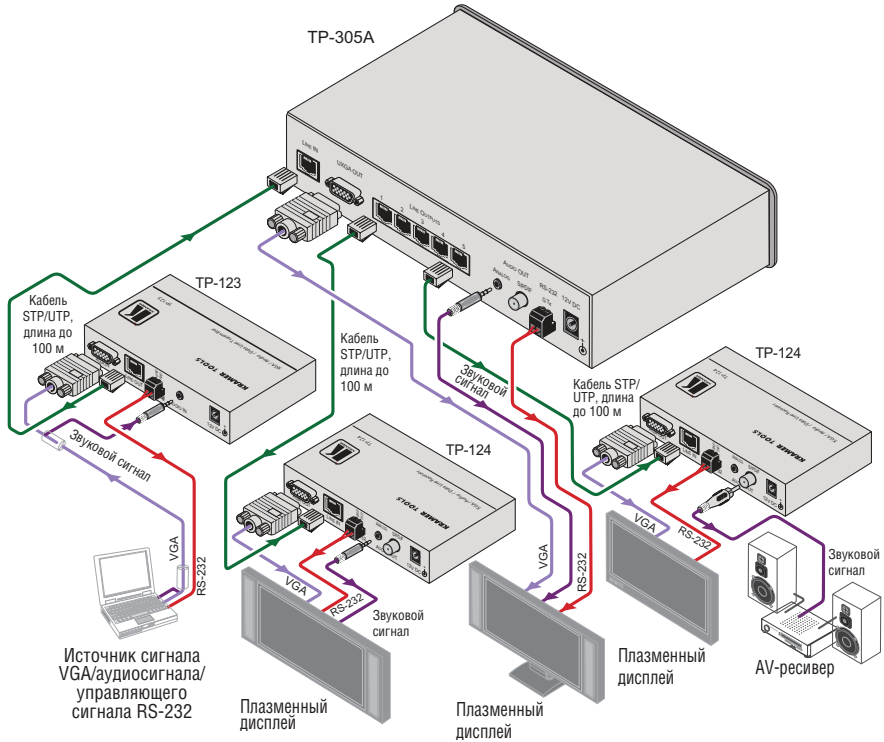

Рис. 3. Подсоединение TP-305A
Чтобы собрать приемо-передающую систему **TP-305A/TP-123** для передачи сигналов VGA, RS-232 и аудиосигнала по кабелю UTP или STP длиной до 100 м в соответствии с примером, приведенным на рис. 3, действуйте в следующем порядке (предварительно выключив всю аппаратуру):
4. Подсоедините адаптер электропитания на 12 В постоянного тока (на рис. 3 не показан).